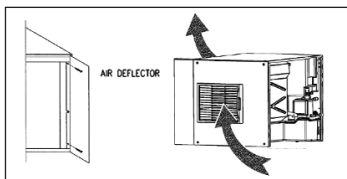

Abb. 10.
m) Montage des mitgelieferten Leitblechs (Abb. 10): Das Leitblech muss wie dargestellt montiert werden, um die Heißluftführung in den Kondensator zu verhindern.